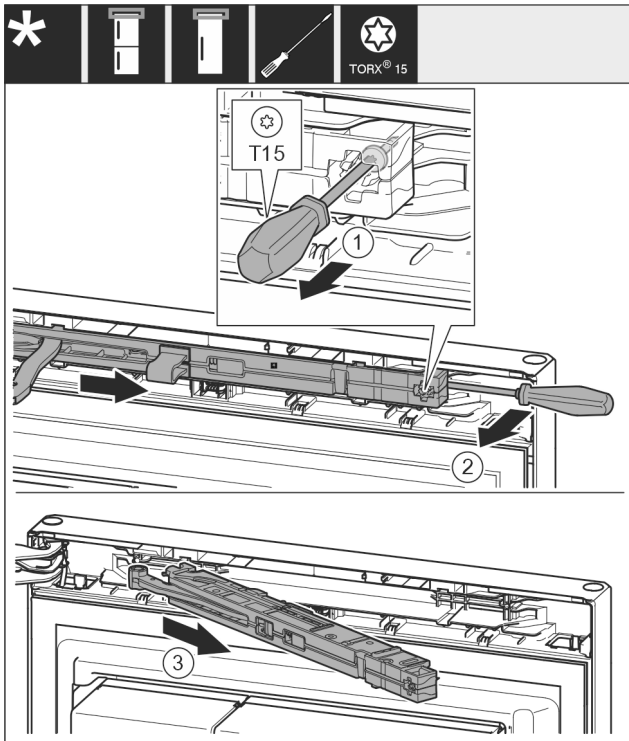

Fig. 10
- Desserrer la vis de l'amortisseur de fermeture de environ 14 mm (0.55 in) avec le tournevis T15. Fig. 10 (1)
- Avec un tournevis, accéder à la partie postérieure de l'amortisseur de fermeture du côté de la poignée et faire tourner l'amortisseur vers l'avant. Fig. 10 (2)
- Sortir l'amortisseur de fermeture. Fig. 10 (3)